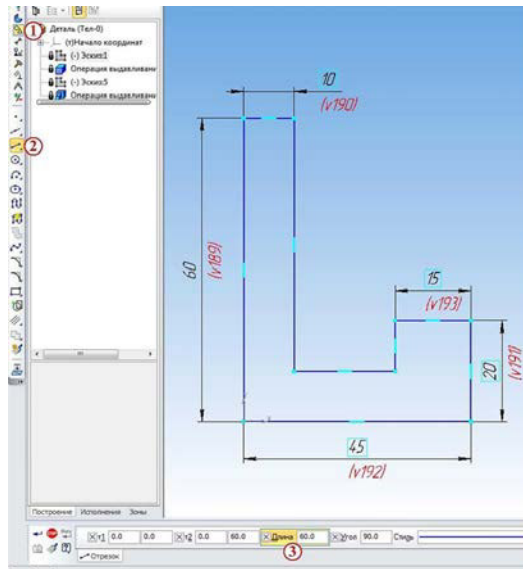

Рисунок 1.
2. Запустите КОМПАС-3D, выберите опцию **Файл** → **Создать** (новый документ) → **Деталь**. Выбрав одну из координатных плоскостей, нажимаем кнопку **Эскиз**  и рисуем в ней эскиз угольника 45х60 толщиной 10 мм, выбрав на инструментальной панели **Компактная** кнопку **Геометрия 1** и в нижней части панели кнопку **Отрезок 2**. Заранее на нем можно сделать выступ высотой 20 мм и шириной 15 мм. Длина отрезка задается в окне свойств **3**, рисунок 1.